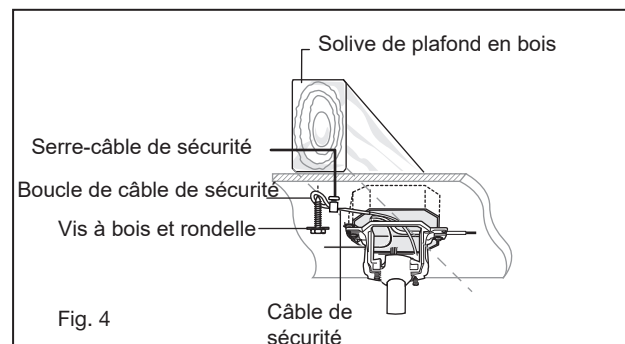

Fig. 4
- REMARQUE: La languette opposée à l'ouverture du support de suspension doit s'insérer dans la fente de la bille. (Fig. 4)
- 2 Connectez les fils noirs du commutateur dans le berceau A aux fils noirs dans le boîtier de commutation. Fil d'entrée chaud vers l'un des fils du commutateur du socle. Le fil d'alimentation du ventilateur est connecté au fil de l'interrupteur restant. (Fig. 4)